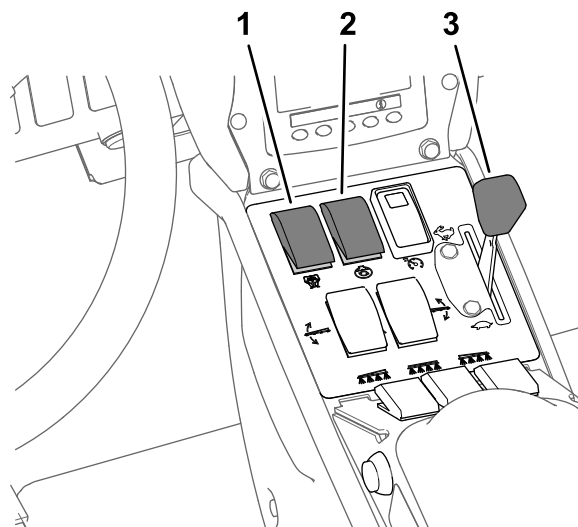

图 37
8. 将搅拌开关和喷洒泵开关设定至开启位置图 37。
9. 将节流阀设定至快速位置图 37。
注意 此程序假定喷洒泵是打开的请参阅 以喷洒率模式喷洒 \(页码 28\) 中的 图 37。
4. 调节节流阀到所需的发动机转速进行喷洒请参阅 以喷洒率模式喷洒 \(页码 28\) 中的 图 37。